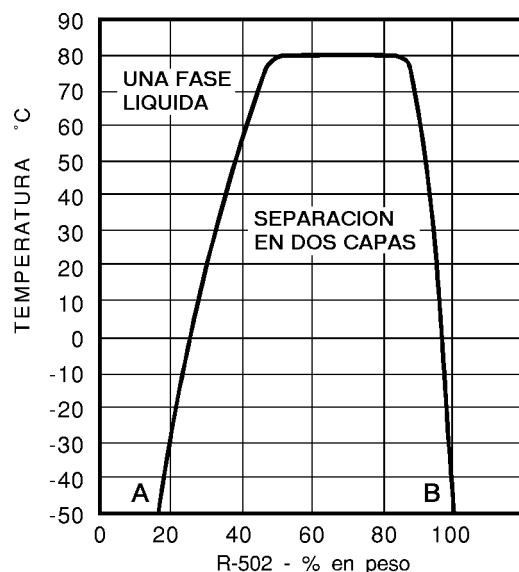

Figura 4.7 - Solubilidad de R-502 en aceite mineral de viscosidad 150 SUS (32 cSt).
**Refrigerante 502.** El comportamiento del R-502 es muy similar al R-22 en cuanto a la formación de dos capas, pero es aún menos soluble en el aceite. En realidad, es tan poco soluble, que las dos capas están siempre presentes a las temperaturas normales de operación de un sistema. Esta separación no se forma sino hasta a temperaturas de más de 80°C y, al igual que con el R-22, la capa rica en aceite es la superior. Por ejemplo, en la figura 4.7, a una temperatura de -40°C la capa rica en aceite contiene aproximadamente 17% de refrigerante, punto "A". A esa misma temperatura, la capa inferior contiene aproximadamente 1% de aceite, punto "B". Dado que con el R-502 la solubilidad con aceite en fase líquida es tan baja, la separación de capas y el regreso del aceite al compresor es un poco más fácil que con R-22.